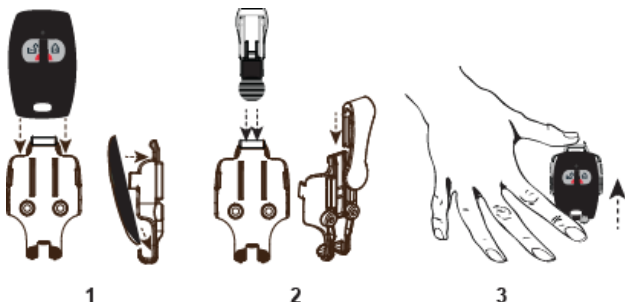

Figura 2 Unión del PB-101/102 a un clip de cinturón
3. Para quitar el PB 101/102 del soporte, presione hacia abajo la parte superior del soporte y empuje el colgante hacia arriba con sus dedos como se indica en la Figura 2.